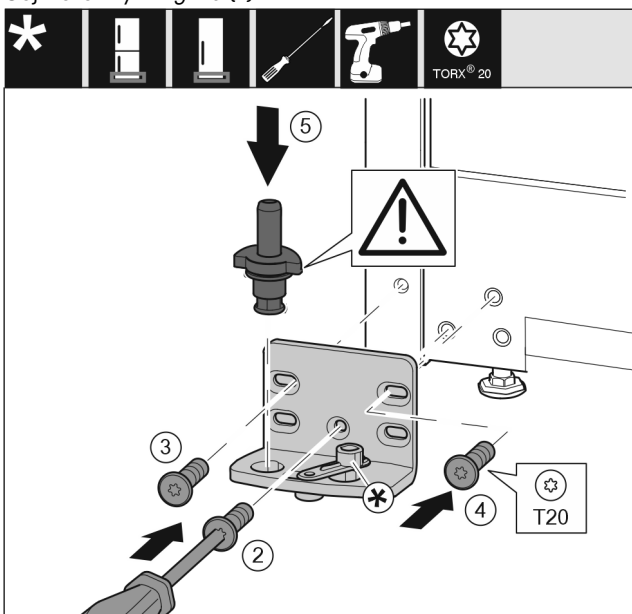

Fig. 17
- ▶ Nasadte stojan ložiska na druhé straně a přišroubujte pomocí šroubováku T20. Začněte šroubem 2 dole uprostřed. *Fig. 17 (2)*
- ▶ Pevně utáhněte šroub 3 a 4. *Fig. 17 (3,4)*
- ▶ Zcela vložte ložiskový čep. Přitom dávejte pozor, aby zajišťovací vačka směřovala dozadu. *Fig. 17 (5)*